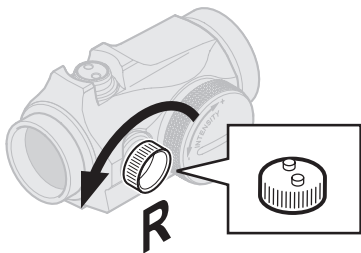
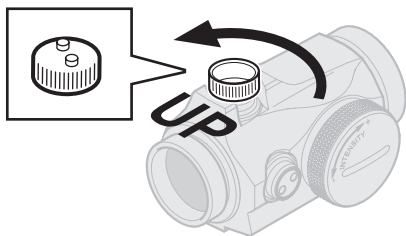

Fig. 4 → 2.3
Fig. 5 → 2.3
- a Снимите крышки для линз (11) и (12).
- b Поверните поворотный переключатель (8) по часовой стрелке до положения, при котором прицельная точка будет достаточно хорошо видна на фоне мишени.
- c Чтобы воспользоваться винтом вертикальной (4) и горизонтальной (5) регулировки, снимите колпак регулировочного механизма (2) и колпак (3).
(2) или ключ (13А). Установите выступы колпака регулировочного механизма (2) в углубления регулировочных винтов (4) и (5).
**е** Горизонтальная регулировка (см. рис. 4)
- Чтобы сдвинуть точку попадания вправо, проверните винт горизонтальной регулировки (5) против часовой стрелки.
- Чтобы сдвинуть точку попадания влево, проверните винт горизонтальной регулировки (5) по часовой стрелке.
**ф** Вертикальная регулировка (см. рис. 5)
- Чтобы сдвинуть точку попадания вверх, проверните винт вертикальной регулировки (4) против часовой стрелки.
- Чтобы сдвинуть точку попадания вниз, проверните винт вертикальной регулировки (4) по часовой стрелке.
**ПРИМЕЧАНИЕ.** Один щелчок регулировочного винта (4) или (5) соответствует передвижению точки попадания на 13 мм при расстоянии 100 м (на 3 мм при расстоянии 25 м и на 26 мм при расстоянии 200 м).